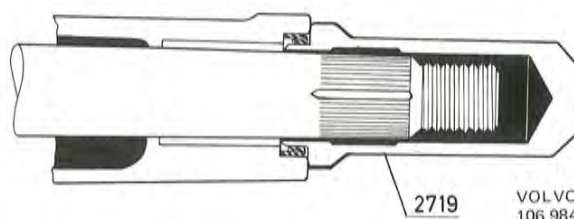

Bild 70. Montering av styraxel
7. Vrid snäckskraven så att kulmuttern förs till nedre ändläget. Träd mutterstyrningen på kulmuttern. Smörj tätningsringen (24) och för in styraxeln på sin plats. Därvid skall tätningsringen skyddas med verktyg 2719, se bild 70. Vrid därefter kulmuttern till mittläge. Montera packning (11) och styraxellock (12). Dra de två skruvarna med 17–21 Nm (1,7–2,1 kpm).
8. Lägg fjäderstyrningen (6) på sin plats men utan fjädrar (7). Montera pappers- och stålmellanlägg samt stopplatta (8). Packningarna är 0,127 mm och justermellanläggen finns i tjocklek 0,05, 0,127 och 0,254 mm. Dra åt de tre skruvarna med 17–21 Nm (1,7–2,1 kpm). OBS! Kontrollera att axialspelet finns på styraxeln. Är så inte fallet kan kulorna skadas vid åtdragningen.